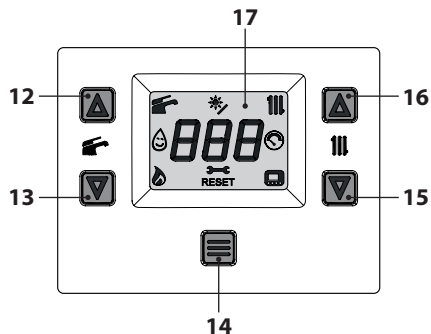
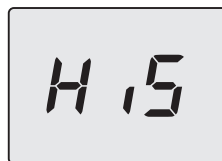
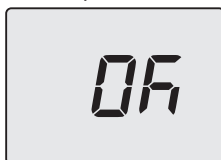

Figura 9.1
Figura 9.2
Figura 9.6
- Entrare in "modalità programmazione" premendo contemporaneamente per 5 secondi i tasti 13 e 15 (Figura 9.1) fino a far apparire sul display LCD le lettere **HiS** che indicano il menu "Storico delle caldaia" (Figura 9.2).
- Premendo il tasto 14 (Figura 9.1) si ottiene la conferma del valore inserito. Il display visualizzerà per 5 sec. quanto segue (Figura 9.6) poi, si porterà al livello superiore.
- tenere premuti contemporaneamente i tasti 13 e 15 per 5 sec. (Figura 9.1) (ritorno al livello precedente).